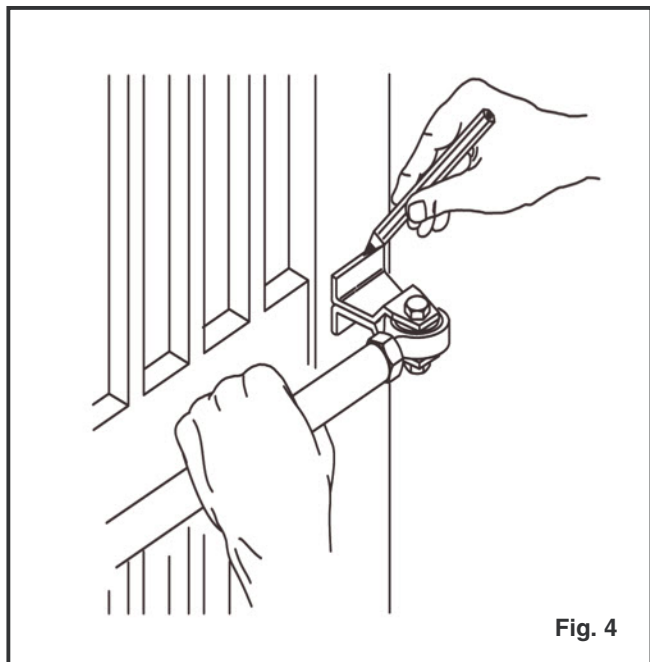

Fig. 4
G) Montare l'attacco anteriore sullo stelo (fig. 4);
H) Chiudere l'anta del cancello e, mantenendo l'attuatore perfettamente orizzontale, individuare sull'anta la posizione dell'attacco anteriore (fig. 4);